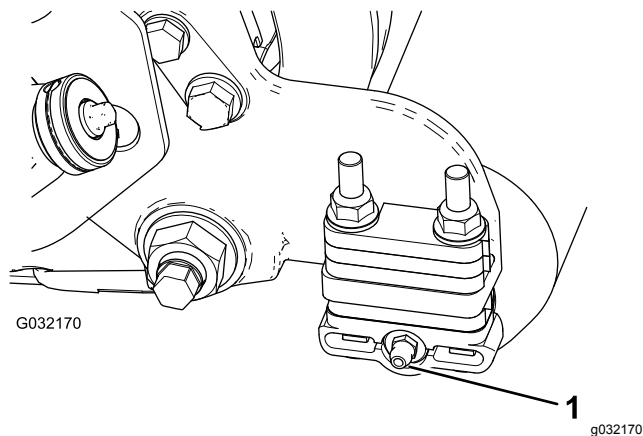

Figura 2
3. Instale o bocal de lubrificação de 90° de forma a que fique virado para trás (Figura 2).